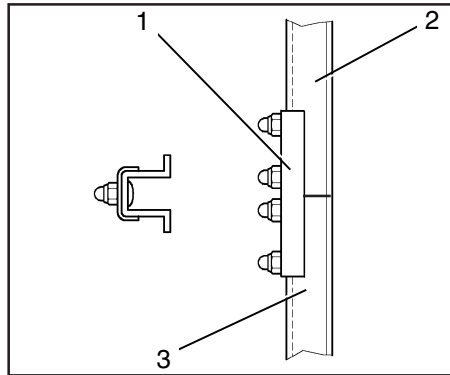

Bild 11 Verbindung zweier Steigschutzschiene
5. Beide Steigschutzschiene (11/2 und 3) mit Verbindungslasche (11/1) verbinden. Dabei Verbindungslasche, wie in Bild 11 dargestellt, von hinten auf die Steigschutzschiene aufsetzen.
6. Beide Steigschutzschienen (11/2 und 3) mit Verbindungsglasche (11/1) verbinden. Dabei Verbindungsglasche, wie in Bild 11 dargestellt, von hinten auf die Steigschutzschiene aufsetzen.
6. Beide Steigschutzschienen (11/2 und 3) mit Verbindungslasche (11/1) verbinden. Dabei Verbindungslasche, wie in Bild 11 dargestellt, von hinten auf die Steigschutzschiene aufsetzen.
6. Beide Steigschutzschiene (11/2 und 3) mit Verbindungsglasche (11/1) verbinden. Dabei Verbindungsglasche, wie in Bild 11 dargestellt, von hinten auf die Steigschutzschiene aufsetzen.
6. Beide Steigschutzschienen der Einholmleitern (11/2 und 3) mit Verbindungslasche (11/1) verbinden. Dabei Verbindungslasche, wie in Bild 11 dargestellt, von hinten auf die Steigschutzschiene aufsetzen.